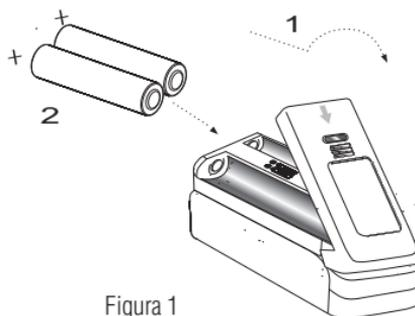

Figura 1
3. Sostituire il coperchio della batteria invertendo il passaggio 1. (Figura 1)